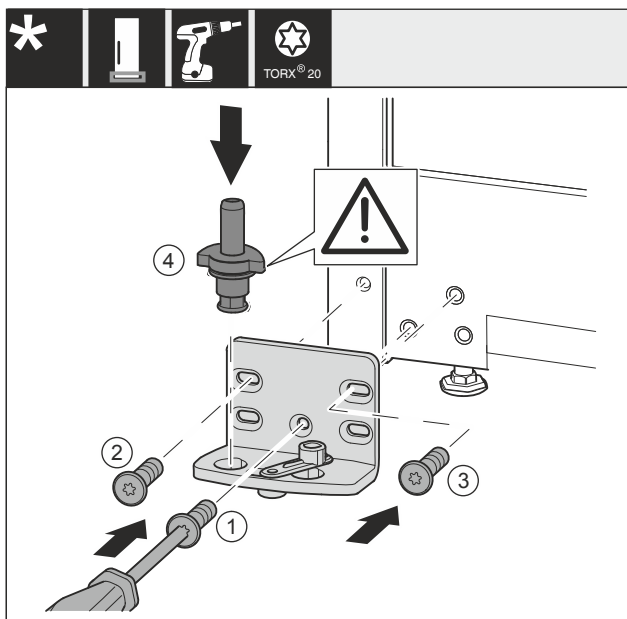

Fig. 37 \*
- ▶ Nasadte stojan ložiska na druhé straně a přišroubujte pomocí šroubováku. Začněte Fig. 37 (1) dole uprostřed.\*
- ▶ Pevně utáhněte šroub Fig. 37 (2) a Fig. 37 (3).\*
- ▶ Zcela vložte ložiskový čep Fig. 37 (4). Přitom dávejte pozor, aby zajišťovací vačka směřovala dozadu.\*